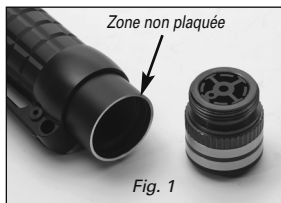

Fig. 1
- Serrez le capuchon arrière – Assurez-vous que la zone non métallisée du corps cylindrique soit propre. Voir fig. 1